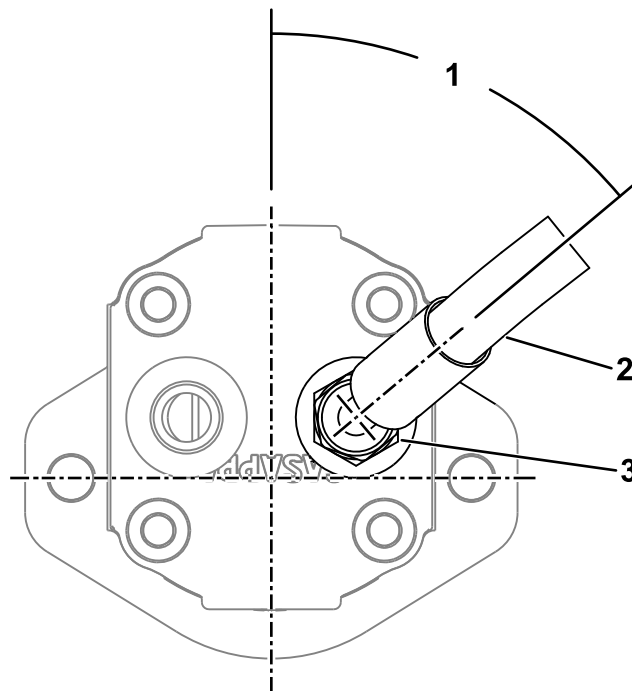
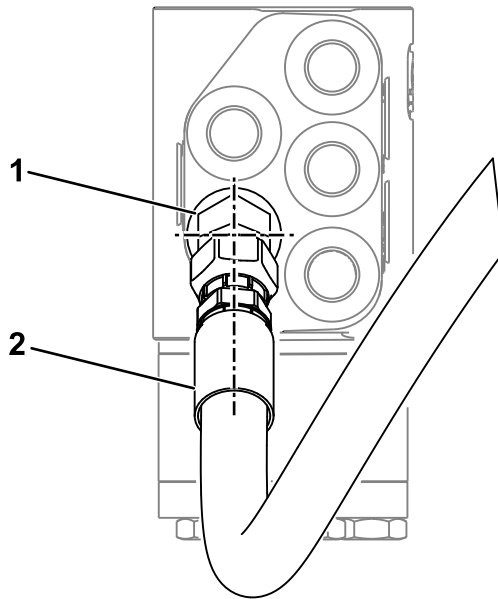

Bild 2
Bild 3
2. Verbinden Sie den 45°-Hydraulikschlauchanschluss mit dem neuen geraden Anschluss und richten Sie ihn auf 50° aus, wie in Bild 2 gezeigt.
4. Verbinden Sie den geraden Hydraulikschlauch mit dem neuen 45°-Anschluss wie in Bild 3 gezeigt.
6. Stellen Sie sicher, dass der Schlauch und die Armaturen wie in Bild 2 und Bild 3 gezeigt ausgerichtet sind und dass der Schlauch nicht verdreht ist, wenn er neben den vorhandenen Hydraulikleitungen verlegt wird.